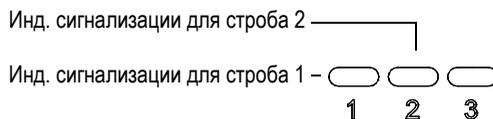

Рис. 3-12 Световые индикаторы строба 1 и строба 2
- На передней панели прибора загорается один из двух светодиодных индикаторов сигнализации (см. Рис. 3-12 на стр 64).